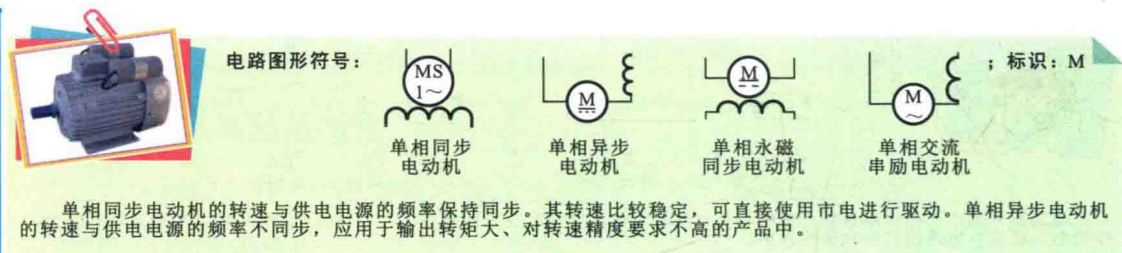

图1-18 常见的电动机电路图形符号及标识(续)
电动机主要可以分为两种：直流电动机和交流电动机。其应用范围比较广泛，常用于各种家用电器、工厂车床设备及各种电力设备中。常见的电动机电路图形符号及标识如图1-18所示。
▶▶ 图1-18 常见的电动机电路图形符号及标识